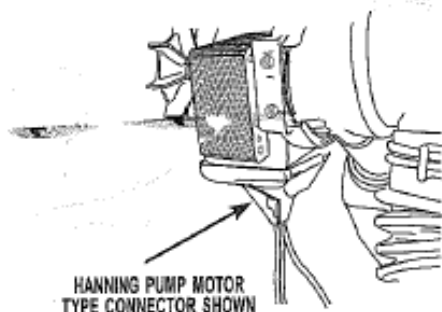

FIGURE 1
3. Disconnect the power connector terminals from the drain pump motor terminal. See figure 1.
3. Débrancher les conducteurs d'alimentation des cosses du moteur de la pompe de vidange. Voir figure 1.